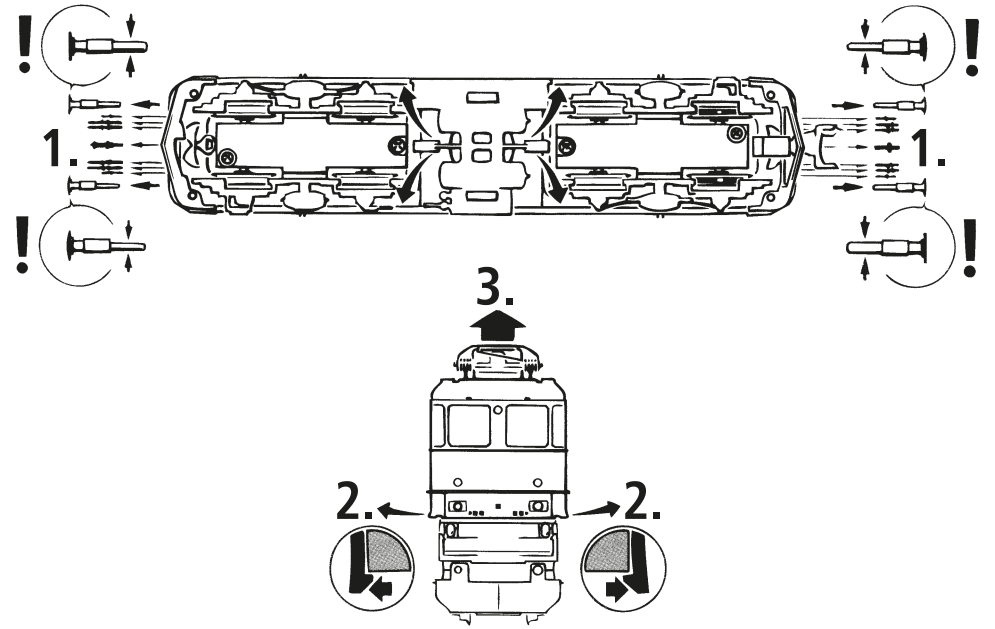

Fig. 4
3. Haftreifenwechsel: Zuerst den Getriebedeckel abnehmen (Fig. 4). Danach den **Radsatz** herausnehmen und die **Haftreifen** mit einer Nadel od. mit einem feinen Schraubendreher abziehen (Fig. 4). Beim Aufziehen der neuen Haftreifen darauf achten, dass diese sich nicht verdrehen.
3. Change of traction tyre: Remove the gear cover. Take out **wheel set** and remove **traction tyre** using a pin or a fine screwdriver (fig. 4). When pressing on the new traction tyre please **avoid twisting it**.
3. Échange des bandages d'adhérence: Démontez d'abord **le couvercle du carter des engrenages** des en-grenages. Délogez ensuite les essieux ban-dagées et enlevez, à l'aide d'une aiguille ou d'un tourne-vis fin, les bandages d'adhérence (fig. 4). Lors du montage des nouveaux bandages veuillez veiller à ce que les bandages **ne soient pas tor-dues**.